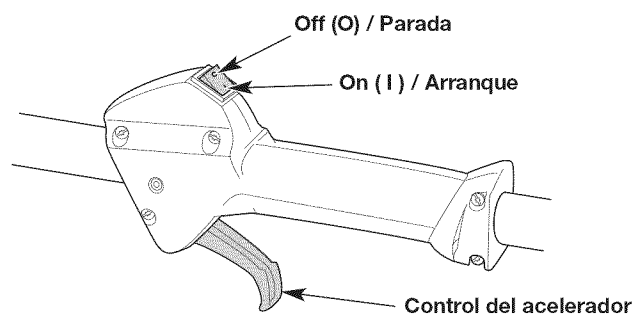
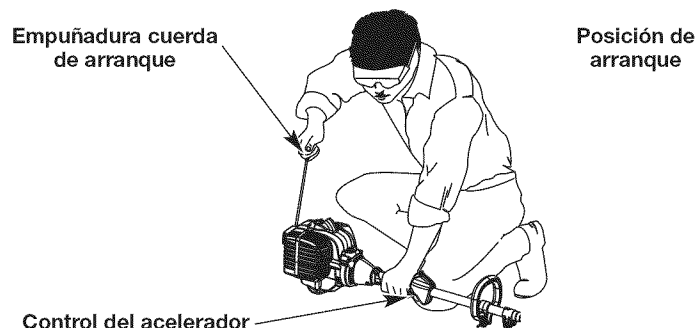

Fig. 8
Fig. 11
**ADVERTENCIA:** Se debe evitar arrancar accidentalmente la unidad. A fin de evitar que se produzcan lesiones graves, el operador y la unidad deben estar en una posición estable cuando se jala la cuerda de arranque (Fig. 11).
**NOTA:** No es necesario encender la unidad. El interruptor de encendido/apagado está en la posición ON (1) (encendido) en todo momento (Fig. 8).
5. Agacharse en la posición de arranque (Fig. 11).
6. Apriete el control del acelerador (Fig. 8) y tire de la cuerda de arranque con un movimiento controlado y firme **5 veces** (Fig. 11).
2. Oprima y mantenga apretado el interruptor de encendido/apagado en la posición OFF (0) (apagado) hasta que el motor se pare por completo (Fig. 8).
**NOTA:** No es necesario encender la unidad. El interruptor de encendido/apagado está en la posición ON (I) (encendido) en todo momento (Fig. 8).
7. Apriete y mantenga oprimido el control del acelerador (Fig. 8). Ponga en marcha el accesorio Speed Start™ durante 2 segundos.
2. Oprima y mantenga apretado el interruptor de encendido/apagado en la posición OFF (O) (apagado) hasta que el motor se pare por completo (Fig. 8).